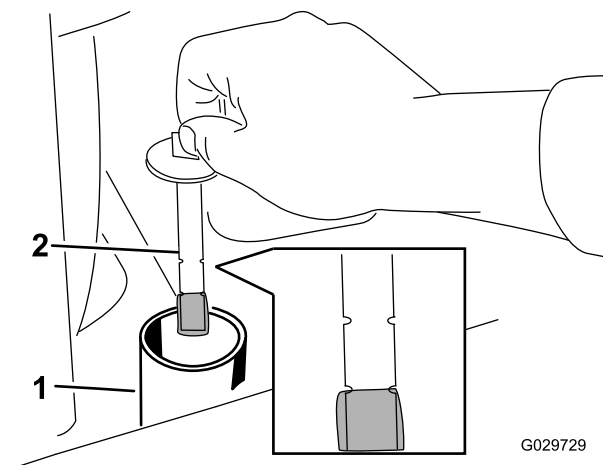

Figura 62
6. Togliete il tappo del serbatoio idraulico e l'asta di livello (Figura 62).